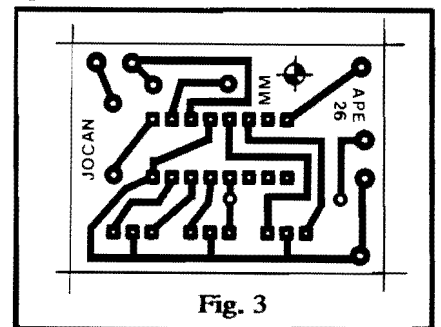

Fig. 3
- FIG. 3 - Lay out da plaquinha de Circuito Impresso específica para a montagem do JOCAN. Como o Integrado (já dissemos...) faz tudo, o padrão fica bastante simplificado, descomplicando ilhas e pistas. Como a figura se apresenta em tamanho natural (escala 1:1), bastará ao Leitor/Hobbysta "carboná-la" diretamente para a confecção da sua plaquinha... Quem "gostar de moleza" poderá, contudo, recorrer ao sistema de KITS (oferecidos pelo Correio, por um dos Patrocinadores de APE - ver Anúncio em outra parte da presente Revista...), que inclui a placa pronta, furada, protegida e demarcada em **silk-screen**... O padrão, no entanto, é **tão** simples, que não atemoriza ninguém, mesmo que o Leitor vá, só agora, tentar a sua **primeira** confecção na placa... CUIDADO e ATENÇÃO